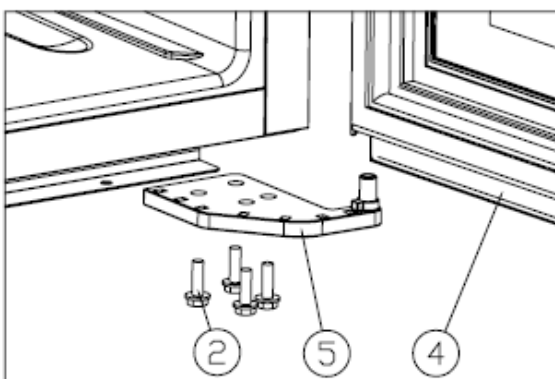

Figura 2
- ✧ Desaparafuse os parafusos M5\*16 ②, desmonte a dobradiça inferior direita ⑤. [Figura 2]